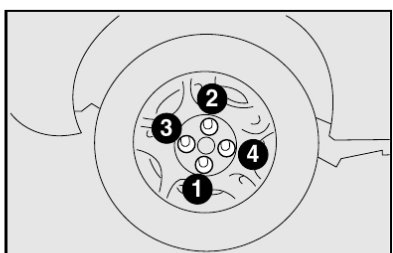

fig. 13
12) apertar bem os parafusos, passando alternadamente de um parafuso ao outro diagonalmente oposto, de acordo com a ordem ilustrada na fig. 13;